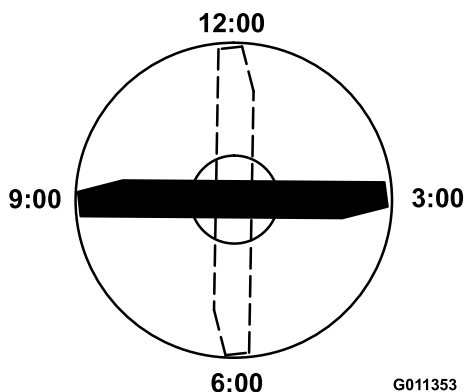

Figure 104
- Positionnez le tranchant de l'extrémité marquée à la position 12 heures (droit devant dans la direction de la tonte) (Figure 104) et mesurez la hauteur de la surface plane au tranchant de la lame.
5. Tournez l'extrémité marquée de la lame aux positions 3 et 9 heures (Figure 104) et mesurez les hauteurs respectives.